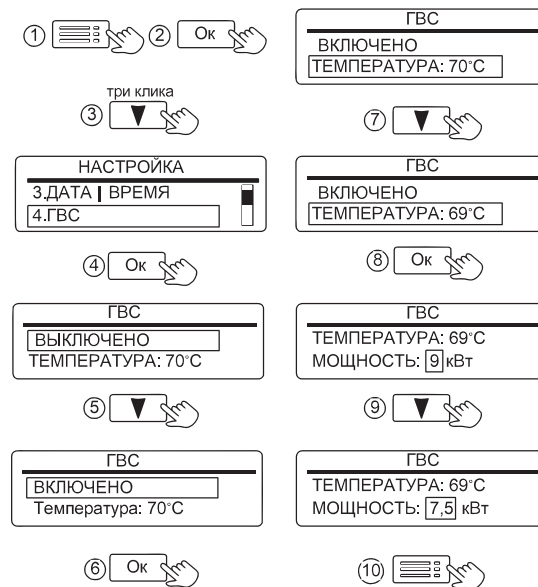
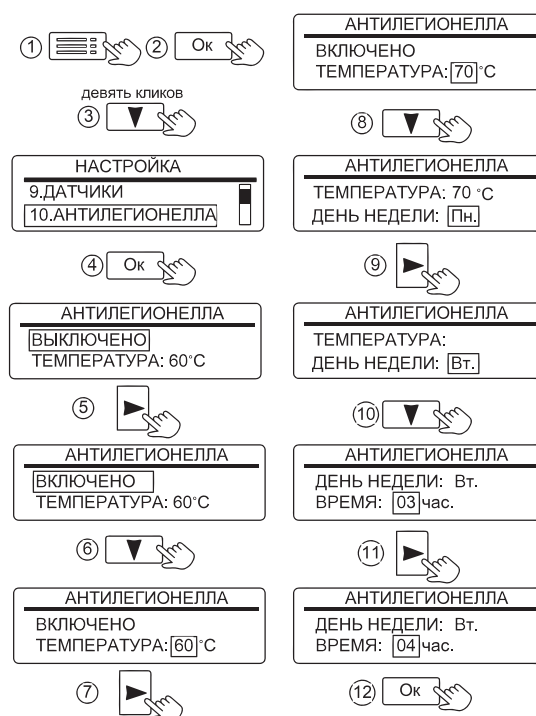

Рисунок 12. Настройка режима «ГВС»
Рисунок 14. Настройка времени включения режима «ЛЕГИОНЕЛЛА»
Активация режима «ГВС» и настройка температуры горячей воды показана на рис. 12. Начальная заводская настройка температуры горячей воды - 70°C. При активированном режиме отображается как «ГВС» (см. рис. 5), при выключенном режиме, неисправном или отключённом датчике отображается как ~~ГВС~~. В подменю «ГВС» предусмотрена настройка ограничения мощности ТЭН. Данную настройку рекомендуется применять при неисправности «ПЕРЕГРЕВ КОТЛА» возникающей
В любой воде существует возможность развития бактерий легионеллы. Чтобы исключить угрозу отравления водой, получаемой из косвенного водонагревателя, прибор имеет режим «АНТИЛЕГИОНЕЛЛА». Режим автоматически активируется при подключении NTC-датчика температуры к плате контроллера и включения режима «ГВС» (см. рис. 12). При отключении NTC-датчика – режим деактивируется и меню «АНТИЛЕГИОНЕЛЛА» (см. рис. 14) не доступно для Пользователя. Если режим активирован - каждую неделю, в установленное время выполняется нагрев воды в косвенном водонагревателе до значения, установленного в настройках прибора -
см. рис. 14 (заводская настройка – 60°C). Температура поддерживается в течении десяти или пяти минут, в зависимости от установленного значения. Во время нагрева вместо надписи «ГВС» отображается значок «60°» (см. рис. 13).
Заводская настройка времени включения нагрева – Понедельник, 03:00. Имеется возможность изменения времени включения и значения температуры нагрева (см. рис.14).
Перед активацией режимов «АНТИЛЕГИОНЕЛЛА» и «ГВС» рекомендуем уточнить максимально-допустимую температуру нагрева воды в бойлере. Для предотвращения риска причинения вреда здоровью и поломки оборудования, значения температурных уставок в режимах «ГВС» и «АНТИЛЕГИОНЕЛЛА» должны быть меньше максимально-допустимой температуры нагрева воды в бойлере. При необходимости уменьшите значения уставок (см. рис. 12, см. рис. 14).
11.1.4 «4.ГВС» - установка состояния режима «ВКЛЮЧЕНО / ВЫКЛЮЧЕНО». Индикация «ВКЛЮЧЕНО» означает разрешение на работу режима ГВС. Индикация «ВЫКЛЮЧЕНО» запрещает работу режима «ГВС» (см. рис. 12).